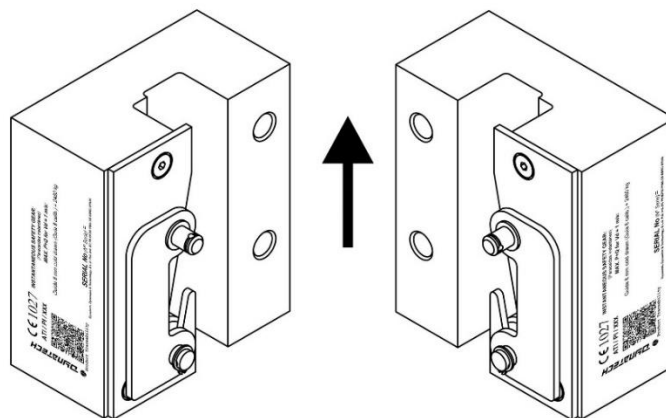

Figura 3: Dirección de la posición del montaje
**Posición de los paracaídas:** La dirección de la posición del montaje de los paracaídas deberá ser como la que se muestra en la Figura 3.